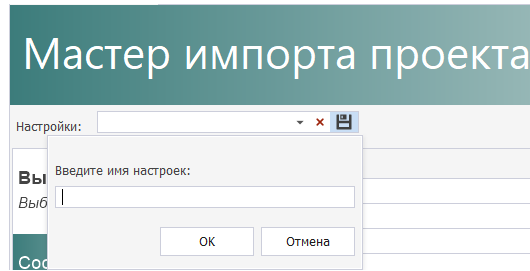

Рис. 58 Сохранение настроек
**Примечание!** Произведенные настройки сопоставления данных можно сохранить (вызвать) для повторного использования, воспользовавшись инструментом в верхней части окна, см. Рис. 58.